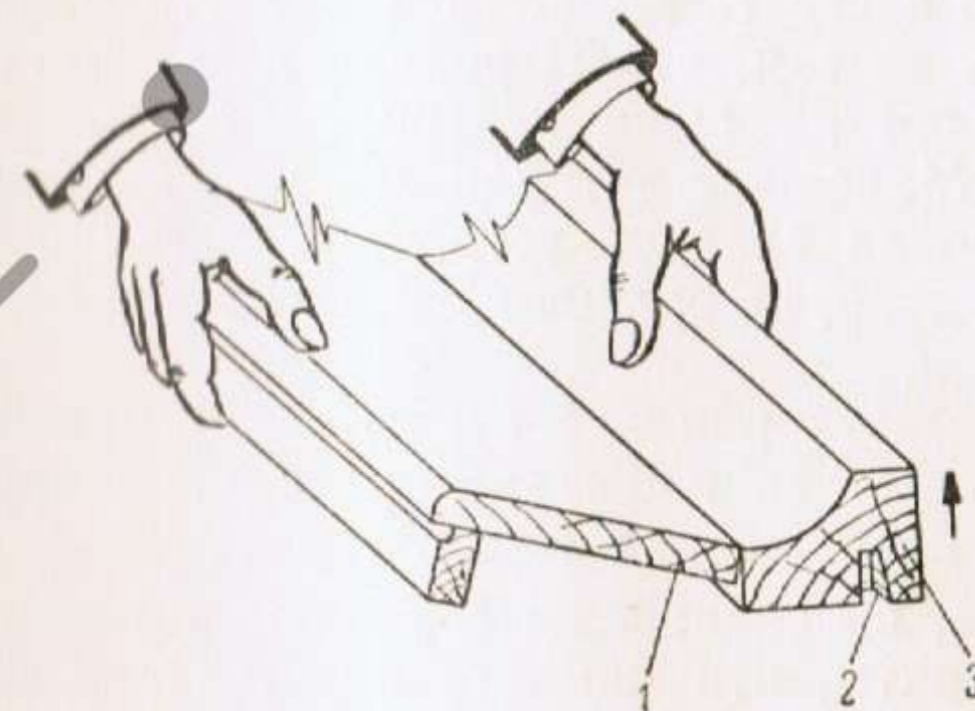

Рис. 5:
3. Клап 1 и карниз 3 (рис. 5) снять следующим образом: приподнять клап 1 одной рукой, другой рукой взяться за карниз у одного его конца так, чтобы большой палец лежал сверху карниза, а все